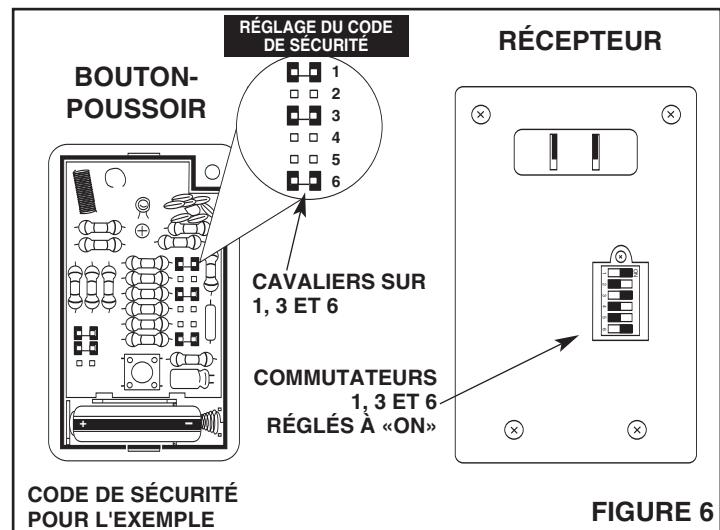

FIGURE 6
2. **Voir la Figure 6.** Réglage les commutateurs du récepteur de façon qu'ils correspondent aux cavaliers du bouton-poussoir. Chaque cavalier du bouton-poussoir doit correspondre à un commutateur réglé à ON du récepteur. Par exemple, si le cavalier n° 1 est en place, le commutateur n° 1 doit être à ON.